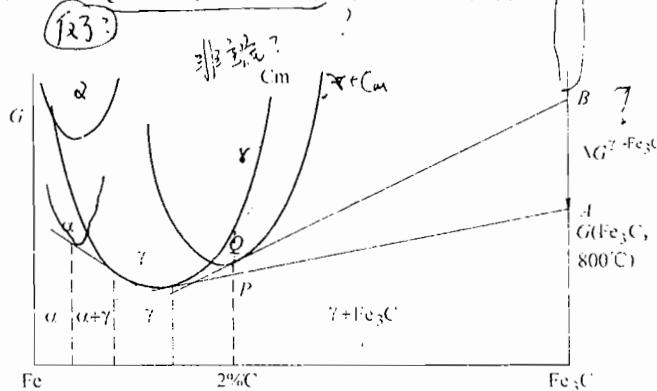

图 3-4 第十题第 3 小题解答图
① 将有不平衡共晶组织出现，可能发生共晶反应产生  $Ld$ 。
② 得到的  $P$  其片层间距将更为细小。
③ 析出  $Fe_3C_{II}$  的量将减少，甚至完全抑制了  $Fe_3C_{II}$  的析出。
3. 见图 3-4。 $\alpha$ 、 $\gamma$  和  $\gamma + Fe_3C$  曲线两两相切。当含 C 为 2% 时，由直线定则， $P$  点为  $\gamma + Fe_3C$  两相的自由能， $Q$  点为  $\gamma$  母相的自由能。对于该合金，肯定析出  $Fe_3C$  而不会是析出  $\alpha$ 。